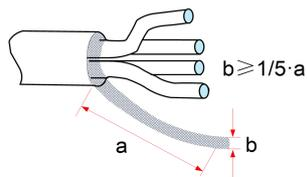

图 2-29 电机线缆屏蔽引出示意图
- 电机线缆屏蔽层引出线应尽量短，且宽度 $b \geq 1/5 \cdot a$ （参照图 2-29 所示）